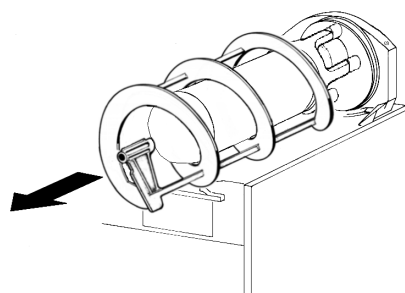

**Bild 5**
- 2** Den Behälter abmontieren. Dazu den unteren Teil (auf der Seite des Hahns) leicht nach oben drücken, um die unteren Befestigungshaken zu lösen (Bild 5) und den Behälter